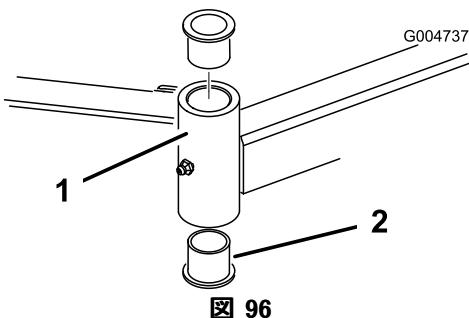

図 96
4. ピンポンチを使って、チューブの上または下からブッシュをたたき出す(図 96)。他のブッシュも、同様にしてチューブから取り外す。チューブの内部をきれいに清掃する。